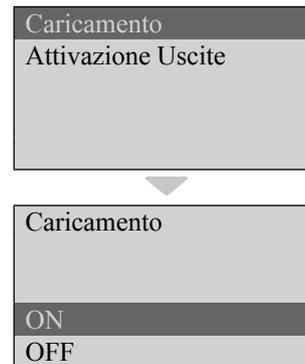

fig. 17 - Caricamento manuale
- Scorrere con i tasti **4** o **6** fino alla scritta "**Gestione Uscite**" (fig. 17);